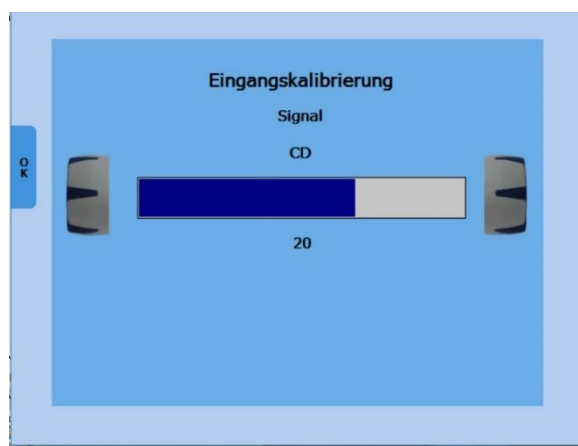

Abbildung 8
Um die CD-Spracheingabe zu kalibrieren, wählen Sie mit der Signalauswahltaste (11) die Option CD. Drücken Sie die Monitor-Taste (6) und anschließend die Schaltfläche Kalbr (17), um den Kalibrierungsbildschirm zu öffnen (Abbildung 8).